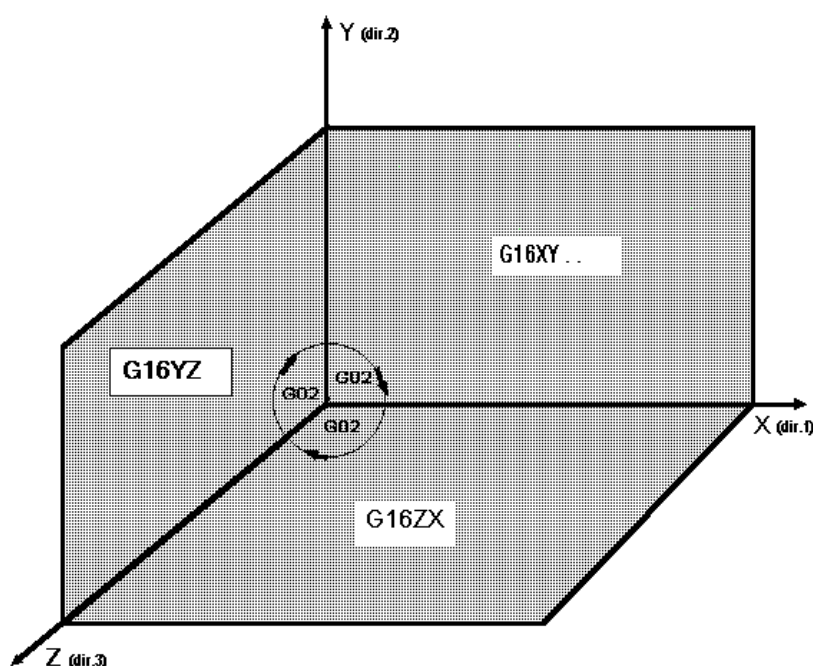

FIG. 15.12
Mediante le matrici Statiche di rotazione **<ROTX>**, **<ROTY>** e **<ROTZ>** è possibile ottenere la trasformazione di una lavorazione effettuata su un certo piano di contornatura su un altro piano. Ad esempio (Vedi FIG. 15-12) consideriamo la terna di assi:
angolo di rotazione attorno all'asse X oppure attorno al primo asse che appare nell'istruzione **<MTX:...>**, positivo in verso antiorario o negativo in verso orario osservando la terna di **FIG. 15-12** dal lato X+.
**<ANR>** angolo di rotazione attorno all'asse Y (oppure attorno all'asse che appare per secondo nell'istruzione **<MTX:....>**). La terna di **FIG. 15-12** deve essere osservata dal lato Y+.
**<ANR>** angolo di rotazione attorno all'asse Z (oppure attorno all'asse che appare per terzo nell'istruzione **<MTX:.... >**). La terna degli assi di **FIG. 15.12** deve essere osservata dal lato Z+.